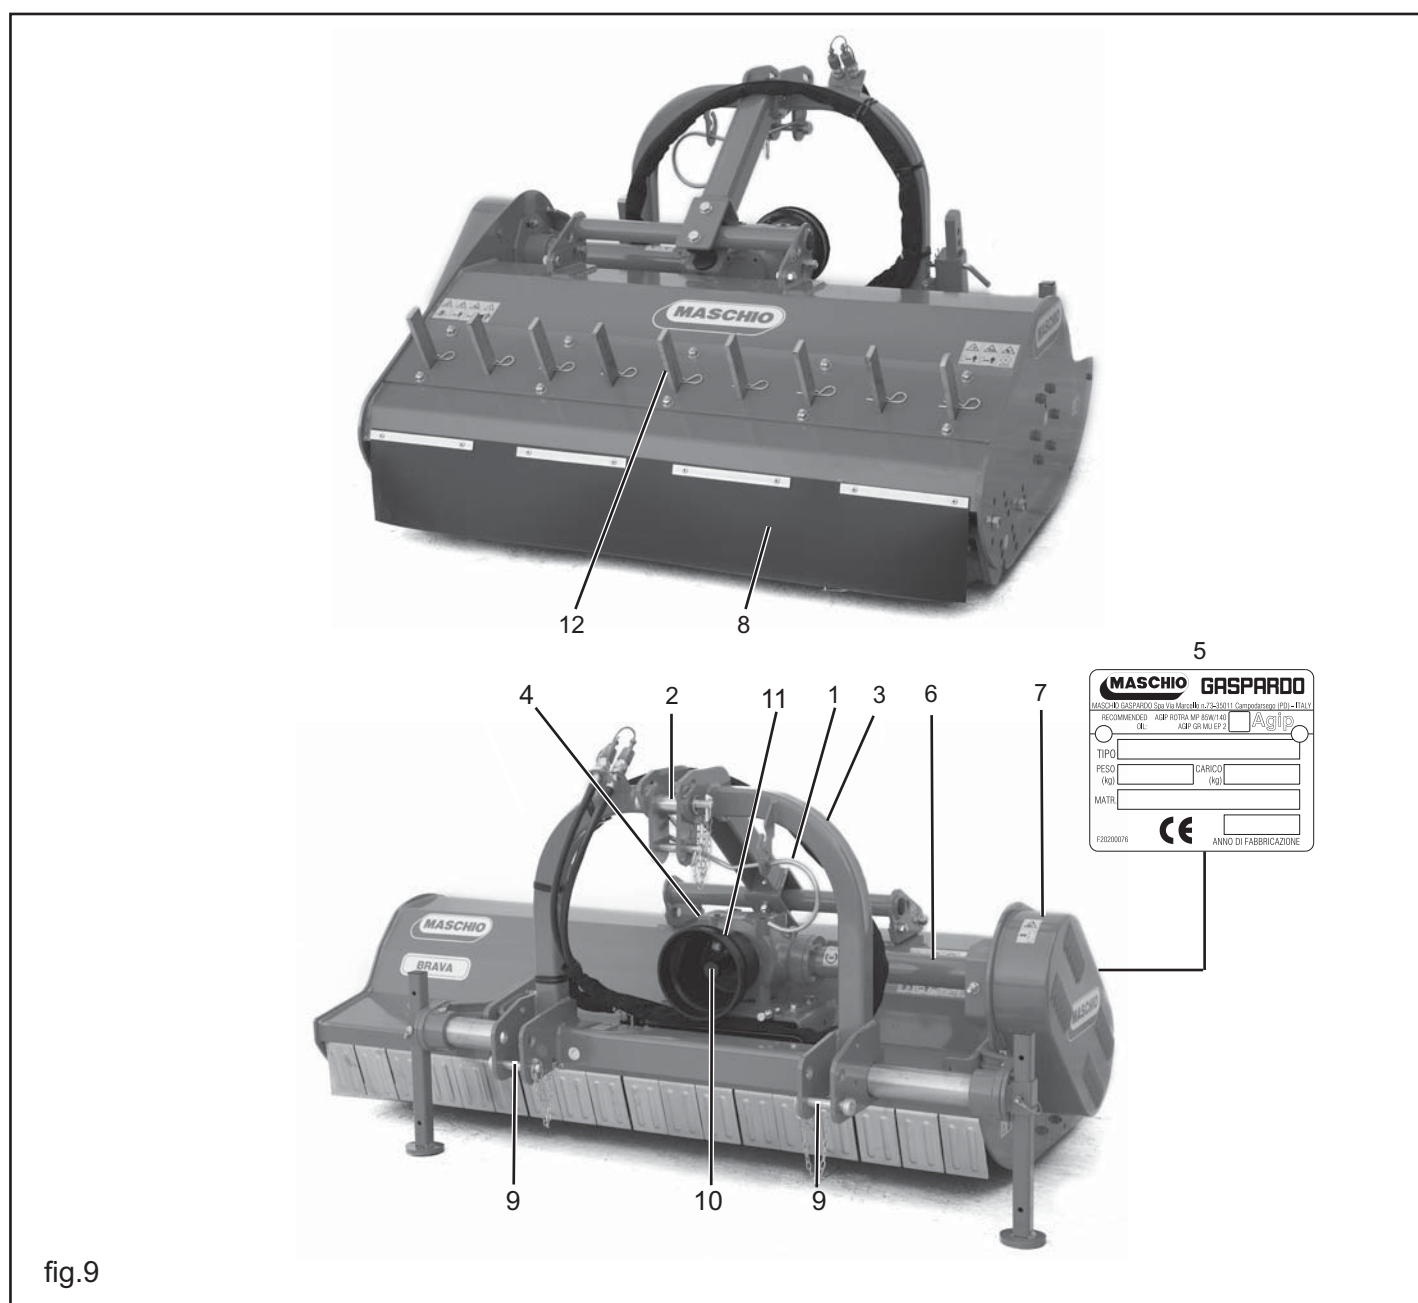

fig.9
3.2 DISEGNO COMPLESSIVO (fig.9)